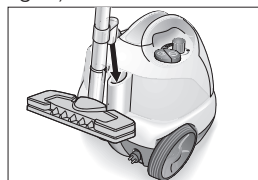

Fig.9: Posição de estacionamento
- Durante as pausas curtas de trabalho o tubo de extensão com o bocal montado pode ser colocado na posição de estacionamento (ver fig. 9).